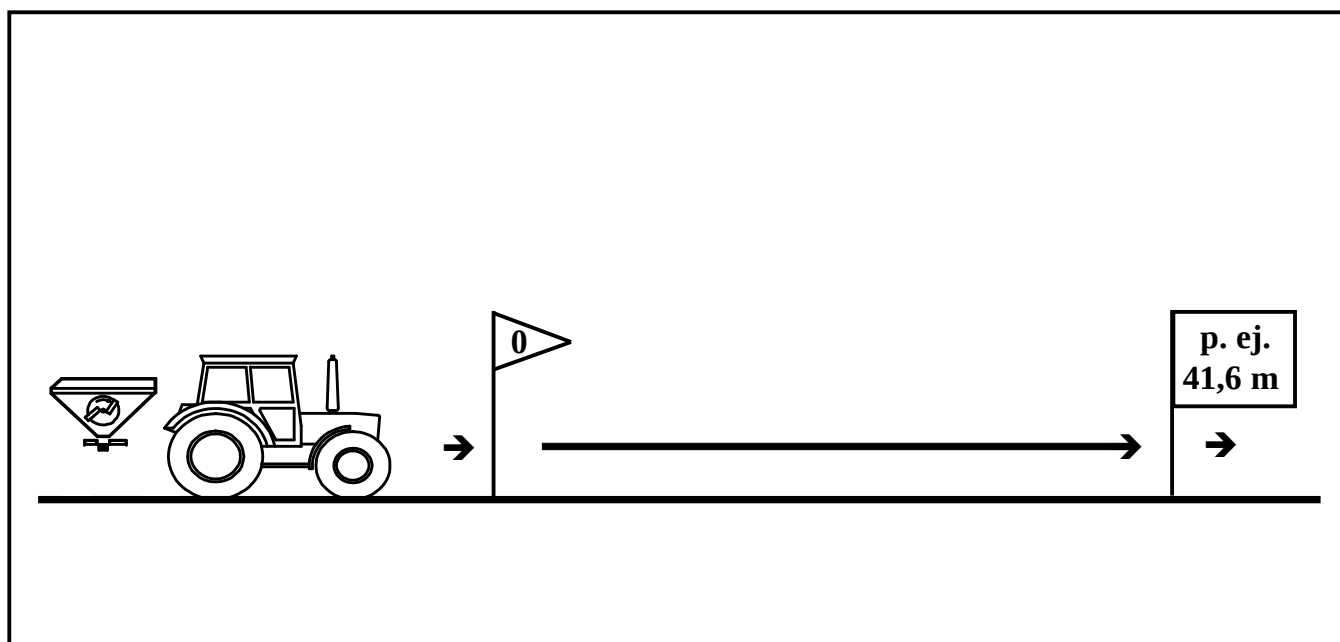

Fig. 7.8
- Dokładnie wymierzyć na polu odcinek pomiarowy, zaznaczając jego początek i koniec (rys. 7.8)